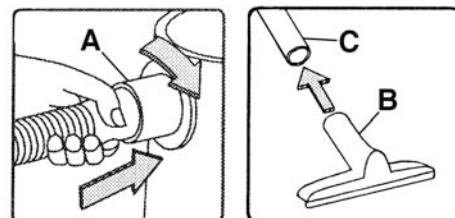

FIGURE 7
- 1) Vissez le bout fileté du boyau souple (A) Fig.7 à l'entrée de l'aspirateur (à l'avant de l'aspirateur) et serrez-le en place en tournant dans le sens horaire, Ne pas trop serrer.
- 3) Fixez soit l'embout tout usage (B) Fig.7 ou l'embout à bec à l'autre bout des rallonges (C).